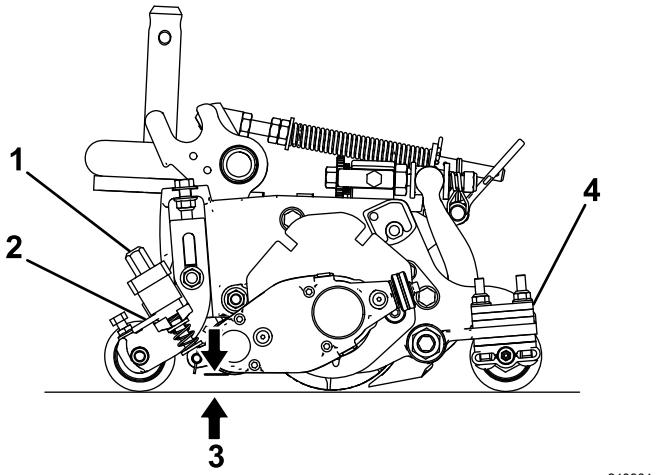

Figura 22
3. Portate le leve di sollevamento rapido (Figura 22) in posizione di INSERIMENTO (l'impugnatura è rivolta verso la parte anteriore dell'apparato di taglio).
4. Misurate la distanza tra la punta inferiore della lama del groomer e la superficie di lavoro (Figura 22) a un'estremità del cilindro del groomer. Girate la manopola di regolazione dell'altezza (Figura 22) per sollevare o abbassare la punta della lama del groomer all'altezza opportuna.